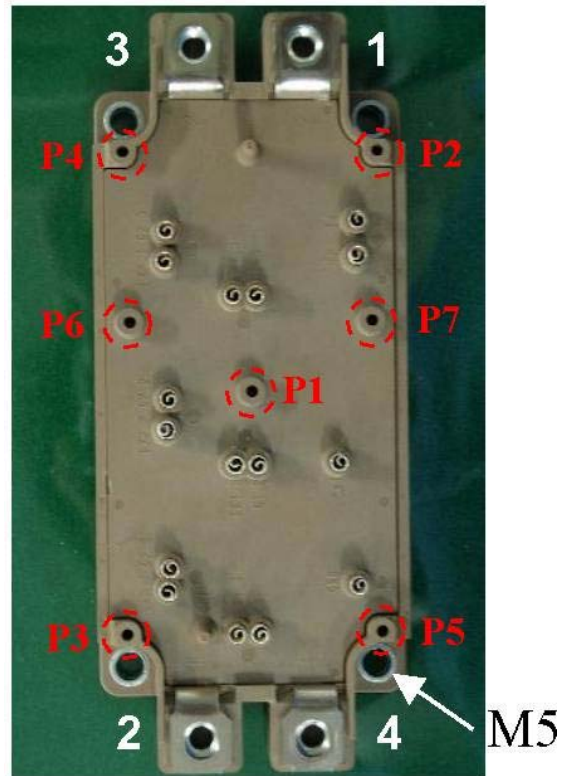

Fig.1 Mounting holes 1-4 in M260 modules
- (b) 仮締めは最終締め付けトルクに対して 1/3 のトルクで図 1 の(1)から(4)の順で取り付けてください。
- (a) 図 1 に示した P1 から P7 を M2.6 のセルフタッピングネジで実装する場合の最小トルクは 0.4Nm、最大トルク 0.6Nm となります。
- (b) 仮締めは最終締め付けトルクに対して 1/3 のトルクで図 1 の P1-P2-P3-P4-P5-P6-P7 の順で取り付けてください。
- (c) 本締めは規定トルクである 0.4~0.6Nm で図 1 の P1-P2-P3-P4-P5-P6-P7 の順で取り付けてください。
(a) 図 1 に示した P1, P6 と P7 の PCB 取り付け用穴(3点)
(b) 図 1 に示した P2, P3, P4, P5 の PCB 取り付け用穴